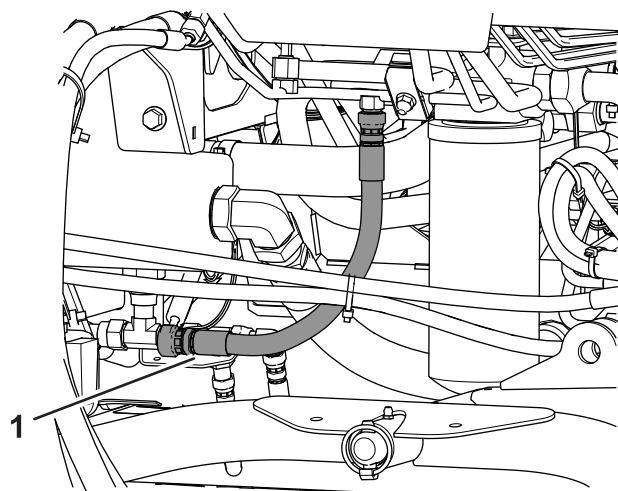

Рисунок 98
2. Установите большой сливной поддон под штуцер, расположенный в нижней части бака с гидравлической жидкостью (Рисунок 98).